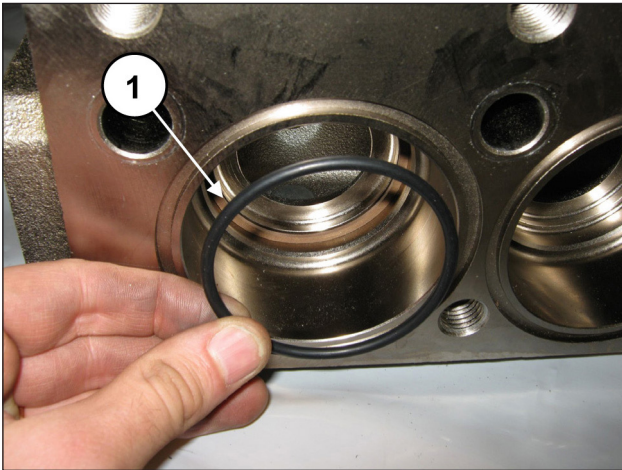

Fig. 148
Insérer le joint torique, rep. vue éclatée 7 (rep. ①, Fig. 148).